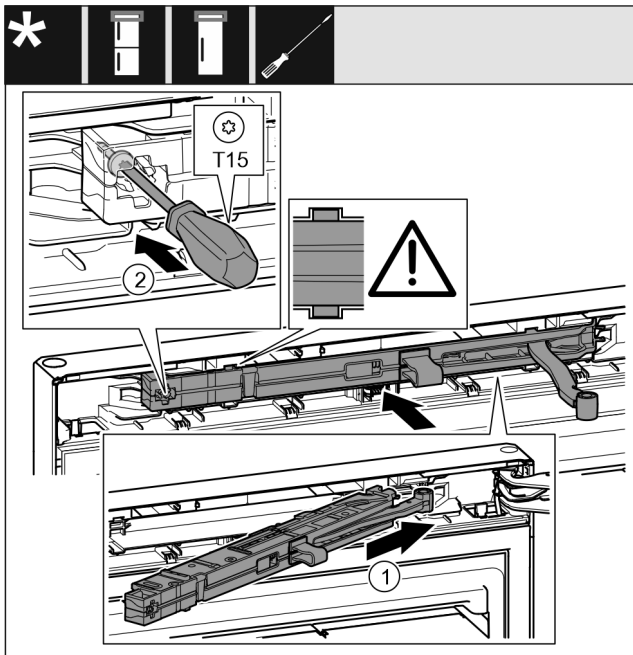

Fig. 20
- ▶ Skyv lukkedemperenheten på skrått inn i utsparringen på lagerbukksiden, til endepunktet. *Fig. 20 (1)*
- ▶ Skru fast skuren med en skrutrekker T15. *Fig. 20 (2)*